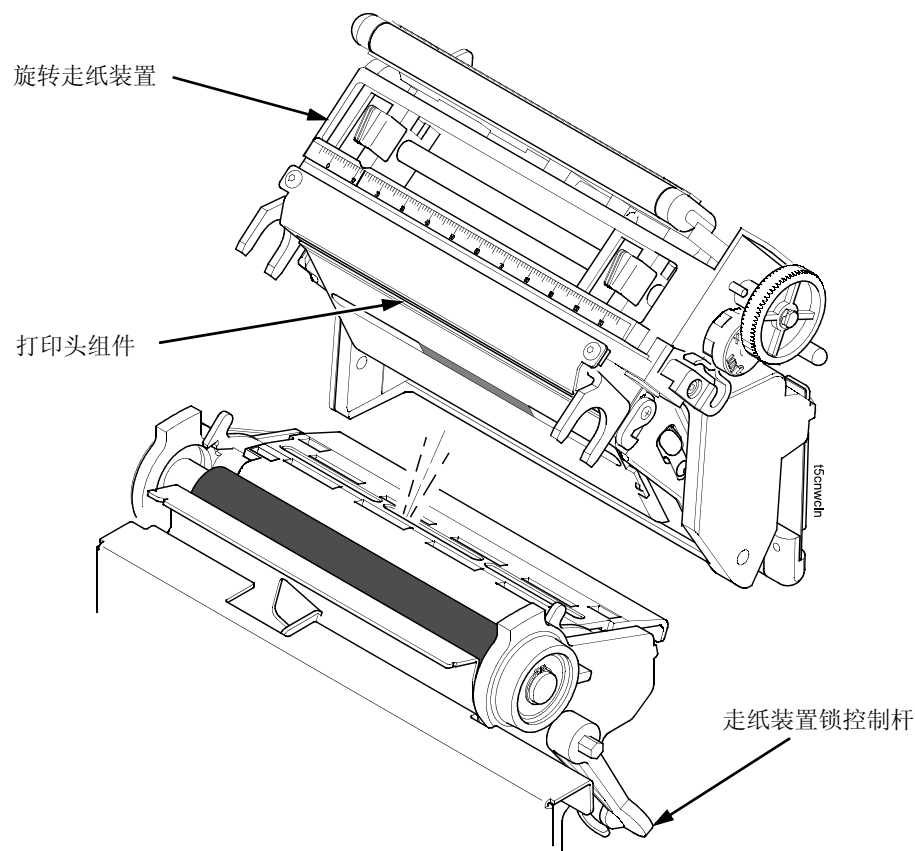

图 8. 打开旋转走纸装置
3. 关闭旋转走纸装置，逆时针旋转走纸装置锁控制杆。（图 8。）